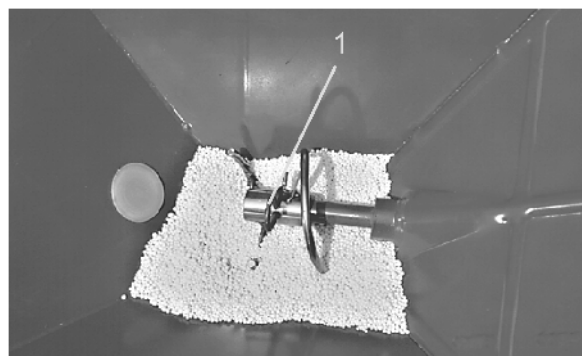

Bild 22
- **elektronisk** med omborddator. Doseringsspjällen (Bild 22/2) som styrs av inställningsmotorer (Bild 22/1) ger olika bredd på öppningarna (Bild 22/3).
- **manuellt** via reglerspaken (Bild 22/6) genom inställning av olika bredd på öppningarna (Bild 22/3). De spjällställningar som krävs för detta fås fram antingen utifrån informationen i **Spridningstabellen** eller med hjälp av **Räkneskivan**.
Slutspjällen (Bild 22/4) öppnar och stänger flödesöppningarna och kan beroende på utrustning manövreras hydrauliskt ett och ett (Bild 22/5) via